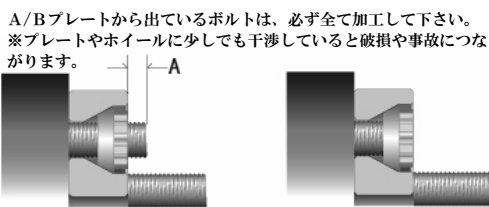

図.3 プレート/ホイールの締め付け順序
- Bプレート①の穴5箇所(PCD114.3)に裏側からプレートボルトロングをハメ込みます。
- Aプレート2から出ているプレートボルト(P1.25)3箇所と3から出ている純正ボルト2箇所(PCD100)計5箇所を合わせてBプレートをAプレートに重ねフラワーナットで固定します。3箇所は(P1.25)2箇所は(純正ネジピッチ)(図3参照)
④ホイールの固定
- Bプレート①の穴から出ているプレートボルト5本（PCD114.3）にホイールを取付け固定します。（図3参照）
- ホイールやスペーサーの取外しにインパクトレンチを使用しないで下さい。破損の原因となります。また、取付けは必ずトルクレンチを用いて、対角線の順序で2～3回に分けて規定トルク（10～12kg-m）で締め付けて下さい。（図3参照）